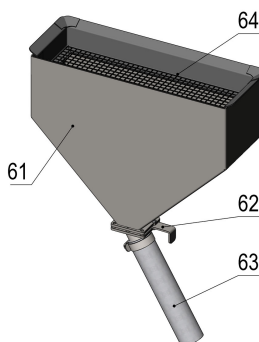

Рис. 4.7. Система подачи флюса
**Система подачи флюса 5** состоит из бункера **61** (см. рис. 4.7.), заслонки **62** с патрубком подачи флюса **63**. Сверху бункера установлена сетка **64**.